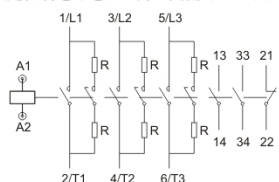

图1 示例CJ19-63/21、CJ19-95/21接触器内部连接图 (CJ19-25、32、43、115、150、170等主电路接线与该图一致, 辅助触头在此图上变化。)
4.1 接触器为直动式双断点结构, 触头系统分为上下两层, 上层有预充触头与三对限流电阻, 构成了限流装置, 下层为工作触头。合闸时限流装置先接通, 经数毫秒后工作触头接通, 预充触头中的永磁系统在弹簧反作用下释放, 断开限流电阻, 使电容器正常工作, 接触器内部连接图见图1;